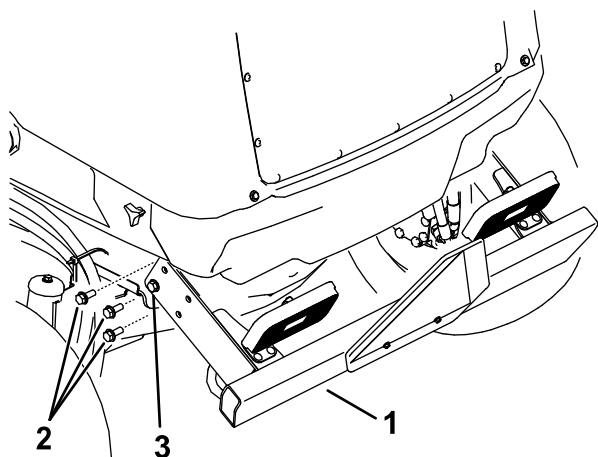

Figura 110
- Retire os três parafusos flangeados de cada lado do para-choques traseiro como se mostra na Figura 110.
todos os parafusos flangeados que fixam o para-choques traseiro à estrutura (Figura 110).